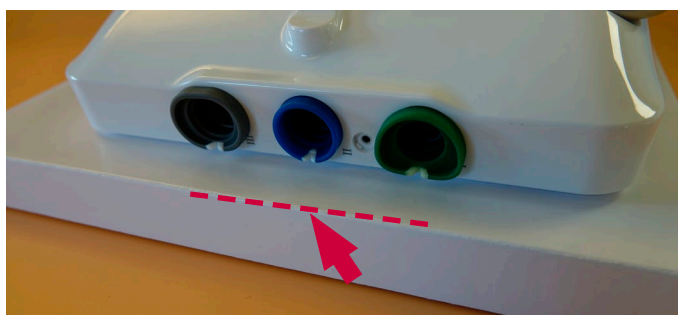

Figura 30 Montați carcasa dorsală începând cu partea cu inelele colorate.
c) Montați carcasa dorsală pe monitor, începând cu partea pe care se află inelele colorate (Figura 30)